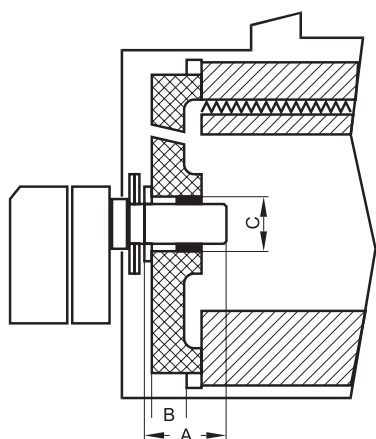

Рис. 9: Расположение горелочной трубы в камере сгорания
4. Проверьте, что длина горелочной трубы соответствует рекомендуемой. Если необходимо правильно установите и закрепите горелку (Рис. 9).